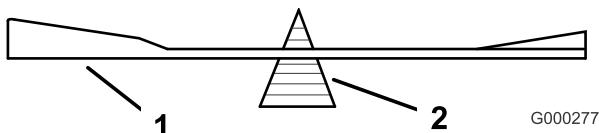
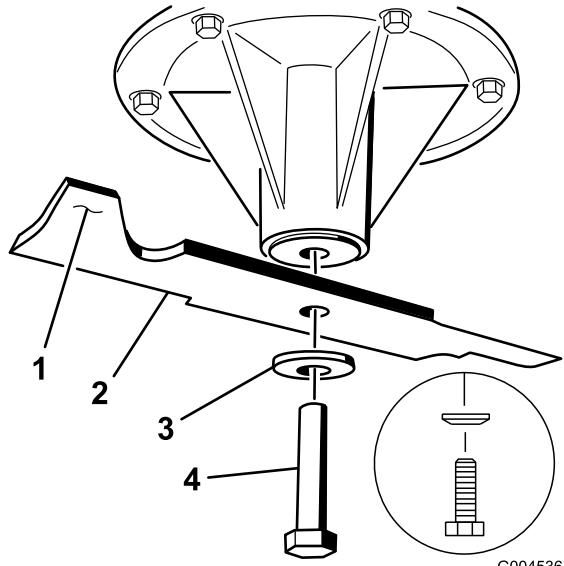

Figure 67
Figure 68
2. Retirez le boulon, la rondelle élastique et la lame de l'axe (Figure 68).
2. Vérifiez l'équilibre de la lame en la plaçant sur un équilibrage (Figure 67). Si la lame reste horizontale, elle est équilibrée et peut être utilisée. Si la lame est déséquilibrée, limez un peu l'extrémité de la partie relevée seulement (Figure 68). Répétez la procédure jusqu'à ce que la lame soit équilibrée.
1. Placez la lame sur l'axe (Figure 68).
2. Montez la rondelle élastique et le boulon de la lame. Le cône de la rondelle élastique doit être dirigé vers la tête du boulon (Figure 68). Serrez les boulons de lame à un couple de 115 à 150 Nm.